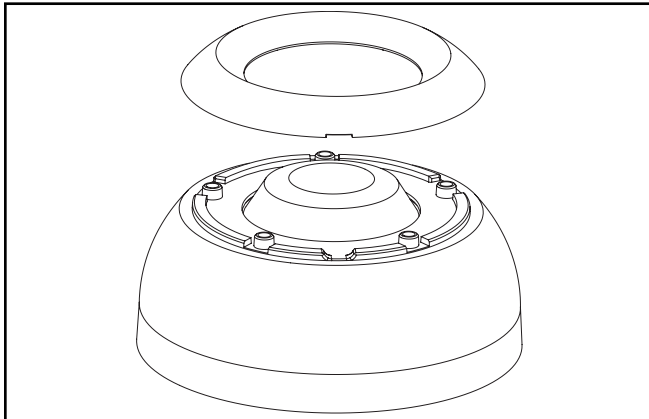

Figura 5.
2. Use la herramienta en la ranura para quitar la tapa del sensor. (Figura 5.)